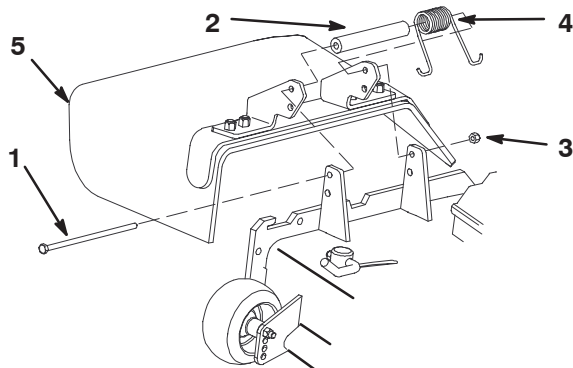

Bild 1
2. Entfernen Sie die Sicherungsmutter, Schraube, Feder und das Distanzstück, mit denen das Ablenkblech an den Mähwerkbügeln befestigt ist (Bild 1). Nehmen Sie das Ablenkblech ab.